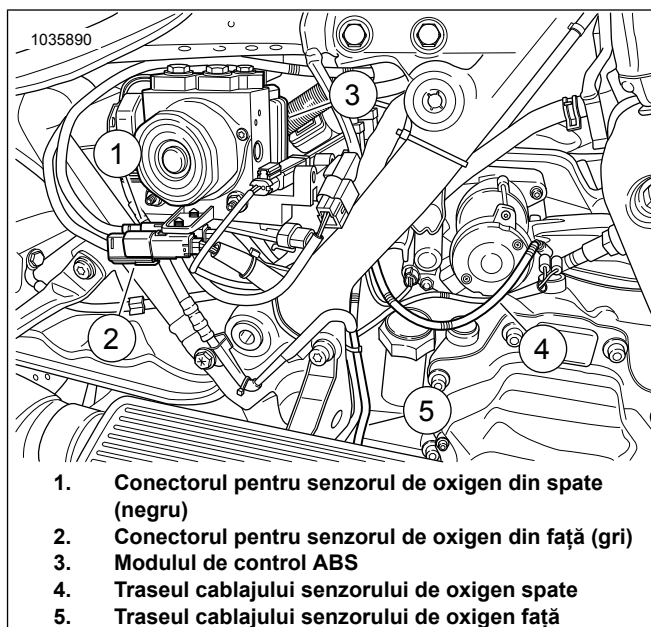

Figura 16. Direcționarea cablajului senzorului ATM
16. Consultați Figura 16. Senzor oxigen față (5, bornă cablaj lungă):
- Din senzorul de oxigen spate, direcționați și fixați cablajul de-a lungul părții de sus a transmisiei (4). Montați curelele pentru cabluri dacă este necesar.